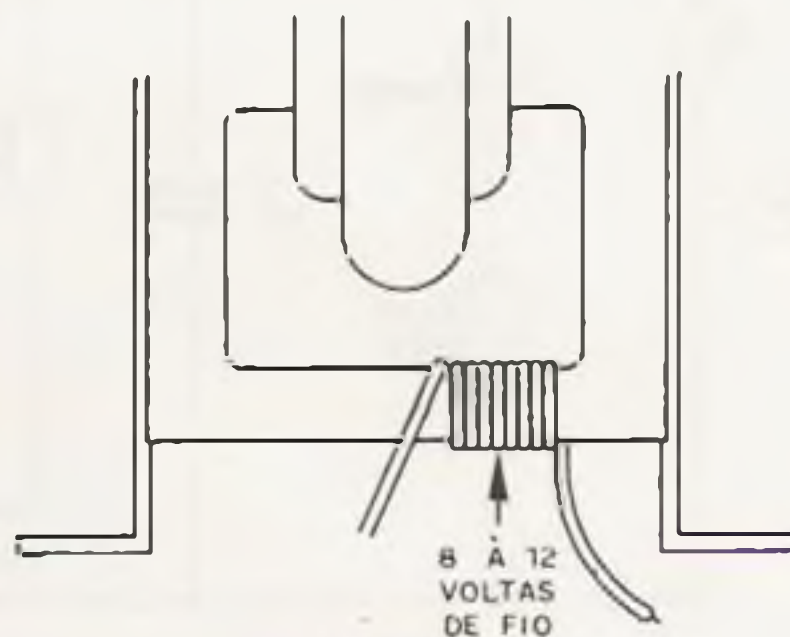

FIGURA 11
h) Você deverá fazer o enrolamento primário do seu transformador de alta tensão, enrolando algumas voltas de fio da maneira mostrada na figura 11. Tudo isso é muito fácil.